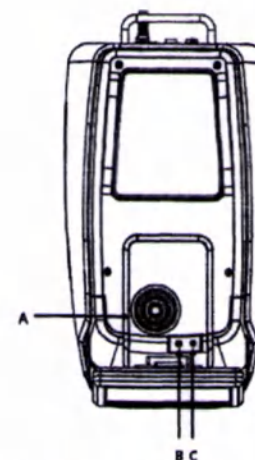

Рисунок 6 – Основной блок. Вид сверху, где:
- Основной блок (рисунок 6, 7, 8), включающий:
- вывод для шарнирного манипулятора: соединитель основного блока с шарнирным манипулятором лазерной насадки (апертура лазера) (рисунок 6, поз. А);
- разъем, к которому подключается насадка (рисунок 6, поз. В);
- разъем пневмораспределителя: соединитель для подачи сжатого воздуха (рисунок 6, поз. С);